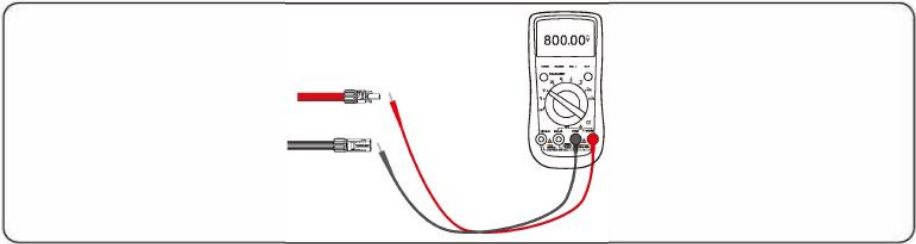

Figura 5.15 Comprobación de la tensión de cada ruta Cadenas
**Paso 5** Mida el voltaje de cada una de las cuerdas de la ruta utilizando un multímetro. Asegúrese de que las polaridades de los cables de alimentación de CC sean correctas, tal como se muestra en la figura 5.15.